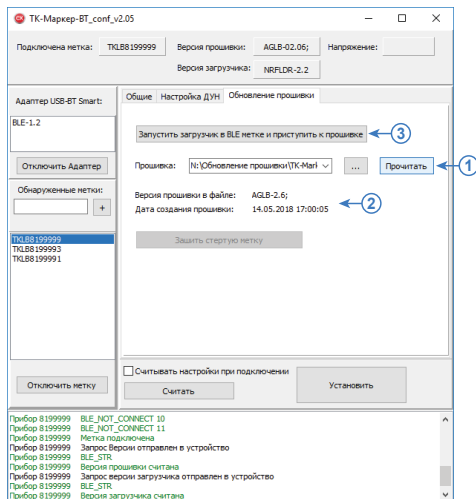

Рис. 16. Обновление прошивки.
- Нажать кнопку «Прочитать» для чтения версии и даты создания файла обновлений (Рис.16, п.1). Информация о выбранном файле появится на вкладке (Рис.16, п.2).
- Нажать кнопку «Запустить загрузчик в BLE метке и приступить к прошивке» (Рис.16, п.3).